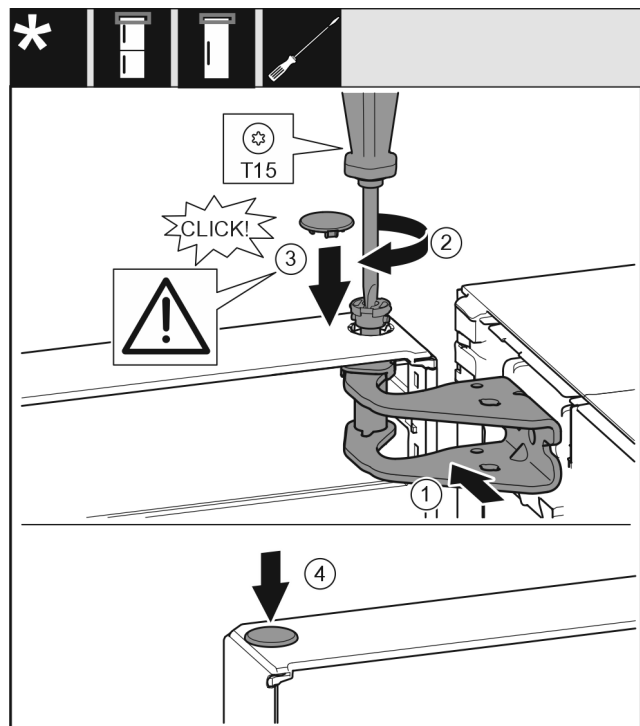

Fig. 23
- ▶ 将门的上方对准托架中的开口。 Fig. 23 (1)
- ▶ 放入螺栓并用 T15 螺丝刀拧紧。 Fig. 23 (2)
- ▶ 安装冰箱门安全装置的安全盖：放入安全盖并检查其是否紧贴门上。否则，需将螺栓完全插入。 Fig. 23 (3)
- ▶ 放上堵头。 Fig. 23 (4)